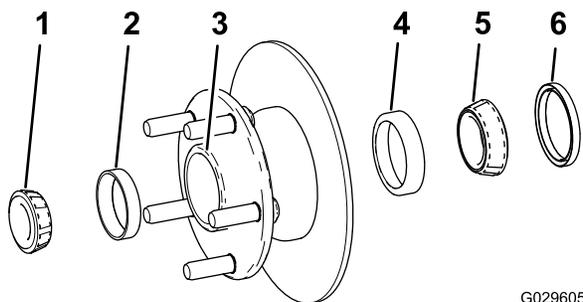

Figura 31
1. Rimuovete il cuscinetto esterno e il relativo anello dal mozzo (Figura 31).
2. Rimuovete la guarnizione, il cuscinetto interno e il relativo anello dal mozzo (Figura 31).
5. Pulite la cavità del mozzo da tutto il grasso, la sporcizia e i detriti (Figura 31).
7. Montate gli anelli dei cuscinetti interni ed esterni nel mozzo (Figura 31).
8. Riempite la cavità del mozzo per il 50%-80% di grasso specificato (Figura 31).
9. Montate il cuscinetto interno sull'anello sul lato interno del mozzo e montate la guarnizione (Figura 31).